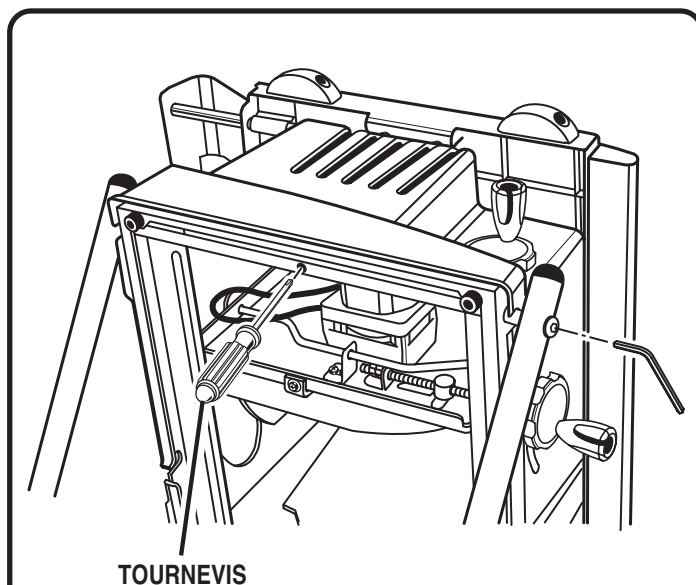

Fig. 7
Voir les figures 7 et 8.
- Basculer la scie sur son côté. Bloquer l'axe au moyen d'un tournevis ou d'un gros clou inséré dans son trou central. Voir la figure 7.